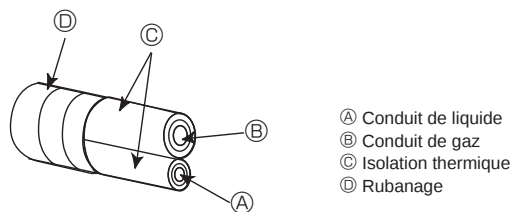
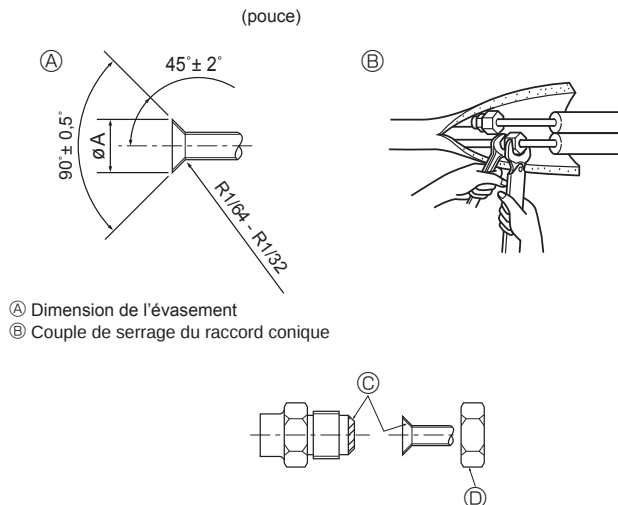

Fig. 4-4
Fig. 4-5
4.3. Connexion des tuyaux (Fig. 4-4, Fig. 4-5)
- S'il est trop serré, il risque de se rompre et de provoquer une fuite de réfrigérant. [Fig. 4-5]
- Appliquez un fi lm mince d'huile réfrigérante sur la surface du tuyau et du support du joint avant de serrer l'écrou évasé. (A)
- Utiliser deux clés pour serrer les connexions des tuyaux. (B)
- Appliquer de l'huile réfrigérante sur toute la surface évasée du fond. (C)
- Utiliser les écrous évasés correspondant aux tailles de tuyaux suivantes. (D)
(A) (Fig. 4-5)